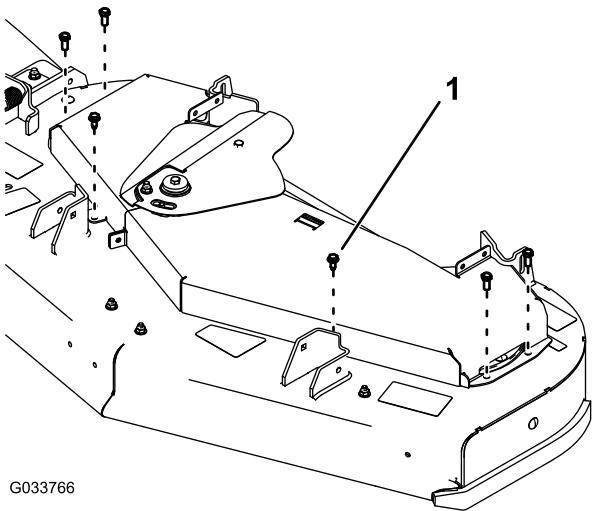

Рисунок 71
7. Отверните 6 болтов, которые крепят кожухи ремня к деке газонокосилки, и сдвиньте кожухи ремня наружу из-под кожуха натяжного шкива (Рисунок 71).
10. Установите кожухи ремня с помощью 6 болтов (Рисунок 71).